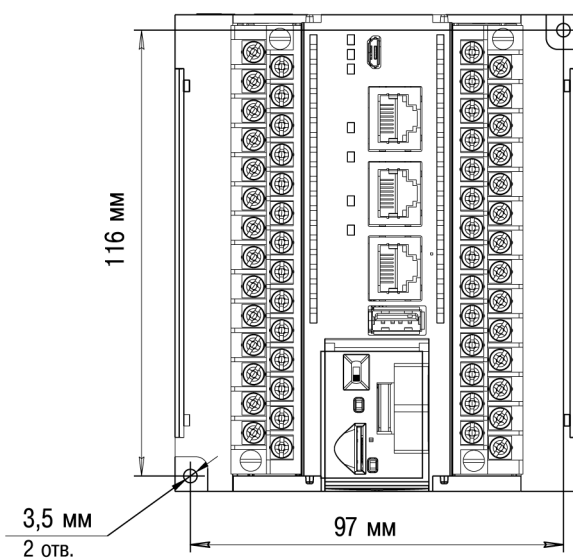

Рисунок 4.3 – Монтажные размеры
3. Закрепить прибор на DIN-рейке или на вертикальной поверхности с помощью винтов. Монтажные размеры указаны на рисунок 4.3.